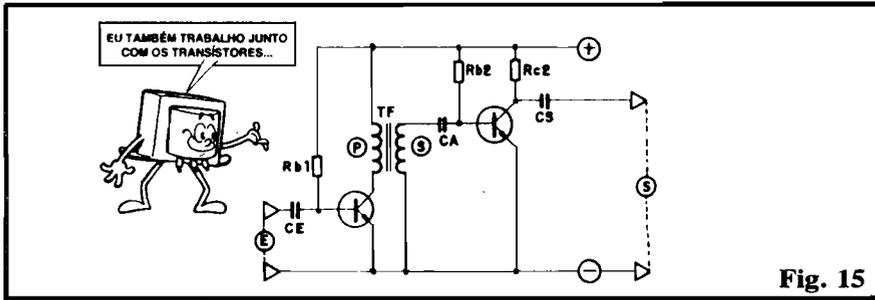

Fig. 15
- FIG. 15 - Acoplamento a transformador - Na 4ª "Aula" do ABC já vimos que num transformador, pelo fenômeno da INDUÇÃO eletromagnética, os sinais elétricos (transições da tensão e da corrente...) podem ser "transferidos", de um enrolamento (primário, ou "P") para o outro (secundário, ou "S"...). Como podemos calcular com precisão as impedâncias e resistências ôhmicas dos dois enrolamentos, não é difícil dimensionar a coisa de modo que o enrolamento primário funcione como "carga" de **coletor** do primeiro transistor, enquanto que o secundário apresente os sinais nele induzidos, à **base** do segundo transistor (via capacitor de acoplamento e isolamento CA...). Circuitos muito específicos usam, frequentemente, essa configuração, já que através de um cuidadoso cálculo do próprio transformador, podemos "casar" com grande precisão as impedâncias, adequando também os valores do circuito às frequências dos sinais